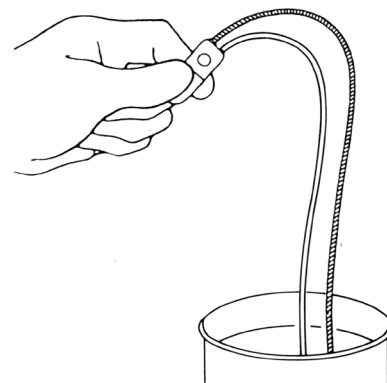

Figure 4-2a. Placer les extrémités des tubulures dans la solution de remplissage
1. Placer chaque extrémité de la tubulure dans une cuvette contenant la solution de remplissage appropriée. **(Figure 4-2a)**